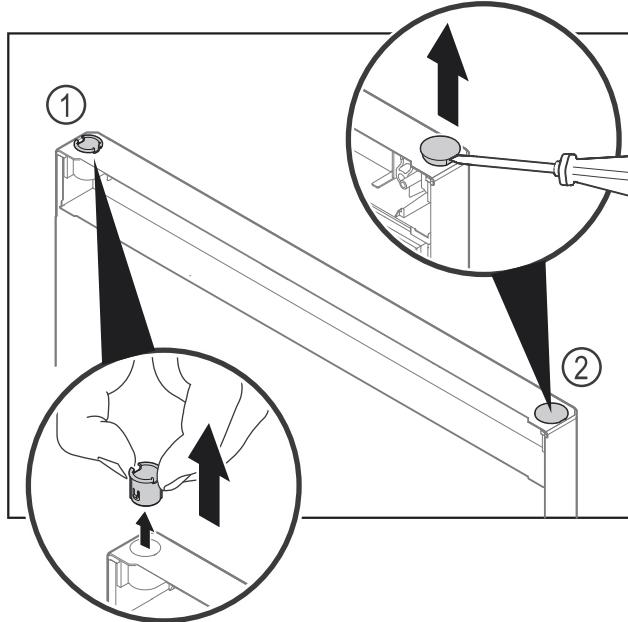

Fig. 23
- Пальцами вытяните шарнирную втулку Fig. 23 (1).
- Шлицевой отверткой осторожно подцепите и извлеките заглушку Fig. 23 (2).